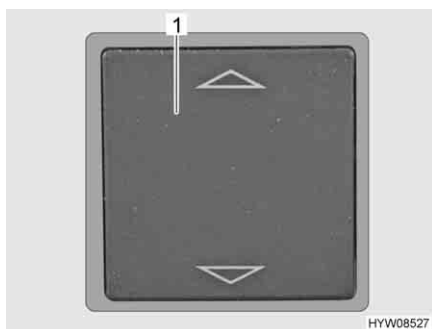

Fig. 6 Tasti per il ripostiglio con comando elettrico di regolazione altezza
- Premere la metà superiore dell'interruttore a bilico (Fig. 6,1) nell'area del piano di lavoro.
- Premere la metà inferiore dell'interruttore a bilico (Fig. 6,1) nell'area del piano di lavoro.